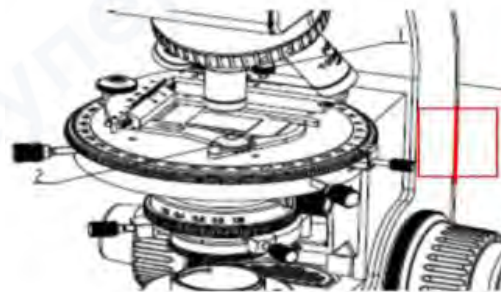

Рисунок 16 — Установка механического столика
При использовании механического столика (рисунок 16): чтобы дополнительно установить механический столик, вставьте крепежи подвижных механических зажимов в установочные отверстия на предметном столике, закрутите фиксирующий винт ①. При использовании стержня ② для крепления образца, закрепите образец скользящим движением.